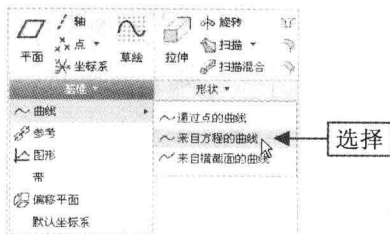

图 4-39 选择“来自方程的曲线”选项
Step 02 在“功能区”选项板中切换至“模型”选项卡，单击“基准”面板中“基准”右侧的下拉按钮，在弹出的下拉列表中选择“曲线”|“来自方程的曲线”选项，如图 4-39 所示。